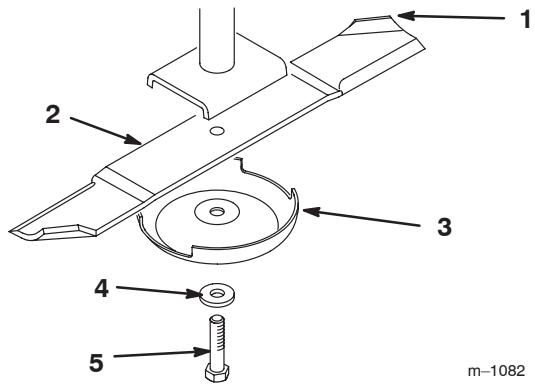
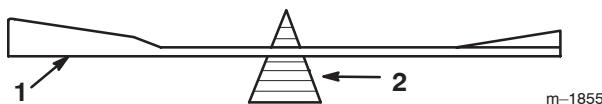

Bild 38
Bild 40
Halten Sie das Ende des Messers mit einem stark wattierten Handschuh oder wickeln Sie einen Lappen um es herum. Entfernen Sie die Messerschraube, die Sicherungsscheibe, die Antiskalpierkoppe und das Messer (Bild 38) von der Spindelwelle.
- Überprüfen Sie die Auswuchtung des Schnittmessers auf einer Ausgleichsmaschine (Bild 40). Wenn das Schnittmesser in seiner horizontalen Position bleibt, ist es ausgewuchtet und kann wiederverwendet werden. Feilen Sie, wenn das Schnittmesser nicht ausgewuchtet ist, vom Flügelbereich des Messers etwas Metall ab (Bild 38). Wiederholen Sie diesen Vorgang, bis das Messer ausgewuchtet ist.
- Montieren Sie das Messer auf der Spindelwelle (Bild 38).
Wichtig Der Windflügel des Schnittmessers muss nach oben zur Mähwerkinnenseite zeigen, um einen guten Schnitt sicherzustellen (Bild 38).
- Setzen Sie die Antiskalpiercuppe, die Sicherungscheibe und die Messerschraube ein (Bild 38). Ziehen Sie die Messerschraube mit 115 bis 140 Nm an.